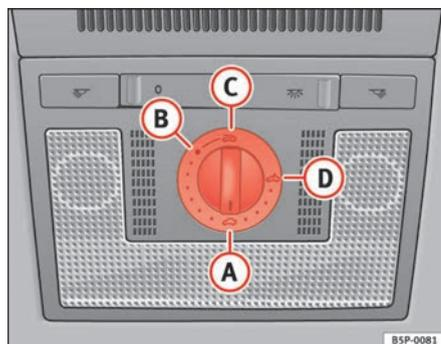

Fig. 69 Détail du revêtement du ciel de pavillon : commande rotative du toit ouvrant coulissant / relevable
- Tournez la commande rotative en position **A** ⇒ fig. 69 ⇒ ⚠.